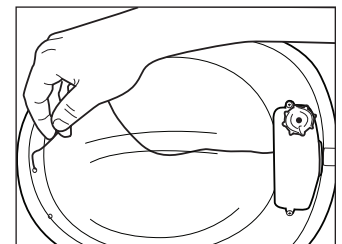

Figure 23
4. Faites passer le fil de l'ensemble des piles jusqu'à l'avant du casque (figure 23).